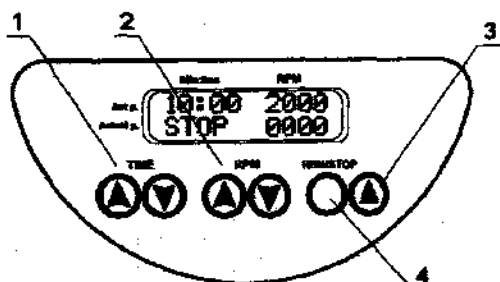

Рис.3 Панель управления
4.3 Откройте крышку, нажав на кнопку "▲" (рис. 3/3) и подняв крышку рукой (возможно только при остановленном роторе).
4.6 Используя кнопки "▲" и "▼" TIME (рис. 3/1), установите необходимый интервал времени в минутах (0 - 30 мин, шаг 1 мин).
4.7 Используя кнопки "▲" и "▼" RPM (рис. 3/2), установите необходимую скорость вращения (1000 - 3000 об./мин, шаг 100 об./мин). Скорость вращения можно изменять и во время работы центрифуги.
4.8 Для запуска центрифуги нажмите кнопку RUN/STOP (рис. 3/4), при этом в нижней строке дисплея появится мигающая индикация RUN и текущее значение скорости вращения. Таймер в верхней строке дисплея начинает отчет времени по достижении установленной скорости.
- 4.9 По истечении установленного интервала времени происходит остановка центрифуги, и на дисплее отображается мигающая индикация STOP, сопровождаемая звуковым сигналом после полной остановки (для прекращения сигнала нажмите кнопку RUN/STOP (рис.3/4)).